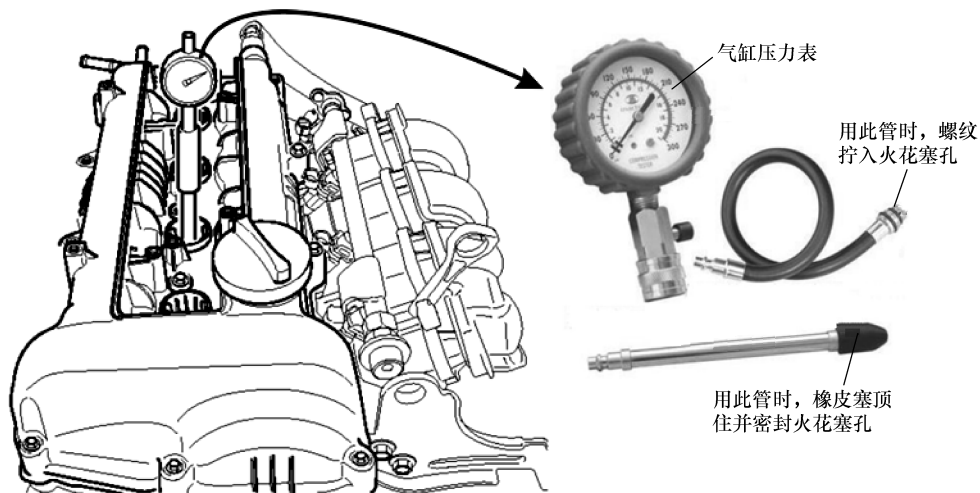

图 7-6 安装气缸压力表
① 在火花塞孔内插入气缸压力表,如图 7-6 所示。
② 将节气门放在全开位置。
③ 起动发动机,测量压缩压力。一定要使用电量充足的蓄电池,使发动机达到 250r/min 以上的速度。
④ 对各缸按①到③的步骤重复检测。